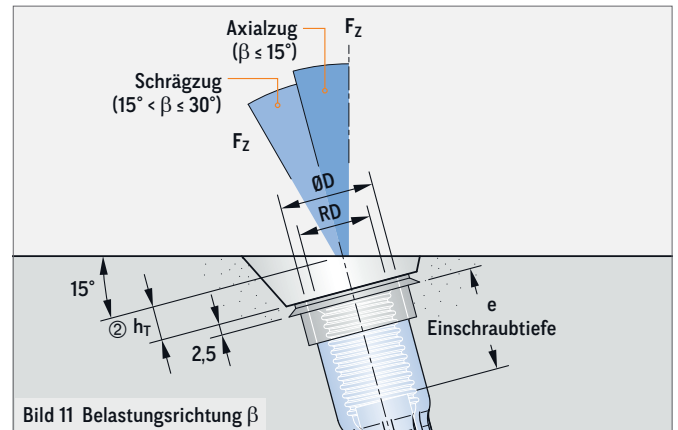

Bild 11 Belastungsrichtung  $\beta$
② Die Einbautiefe  $h_T$  der Aussparungsteller SZ15 ist zu berücksichtigen (Bild 11, Tabelle 6 oder 8).
③ Auch in Ausführung Edelstahl erhältlich (Artikel-Nr. 75K\_\_\_\_VA).